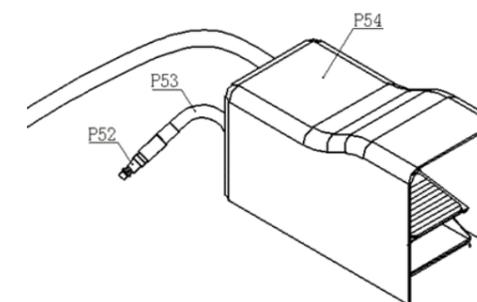

Рис. 13
7.7 Подсоедините воздухозаборный шланг (P52) педали (P54) к компрессору. (см. Рис. 13)
8.1.1.1 Подсоедините воздухозаборный шланг (P52) педали к компрессору. (Рис. 13)
8.2.1.1 Подсоедините воздухозаборный шланг (P52) педали к компрессору. (рис. 13)
8.3 Для остановки движения штока поршня перестаньте качать ручку или отпустите педаль (P54). Затем установите рукоятку (99) в позицию 2. (рис. 13)